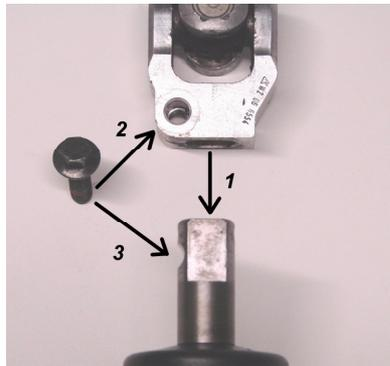

Figure 1
Chaque crémaillère est reliée à la colonne de direction par un croisillon. Sur la figure 1, vous voyez que le croisillon est mis sur le pignon (1), le boulon passe par le trou prévu (2) et le boulon vient se mettre dans l'encoche. Sur la figure 1, vous voyez que tout se connecte parfaitement bien.